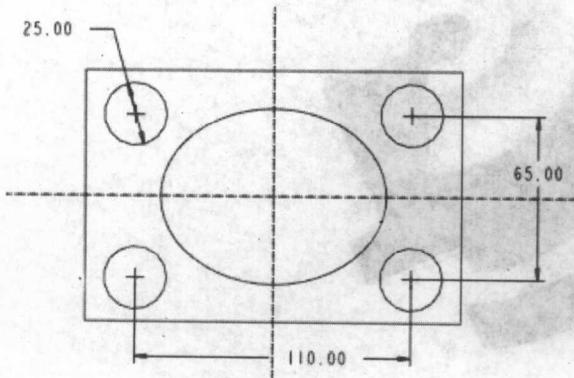
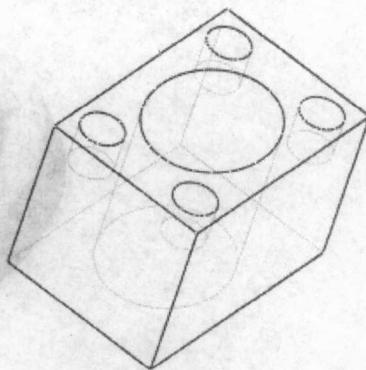

图 1-7
图 1-8
(1) 单击拉伸工具按钮，在拉伸特征操控板中单击按钮，系统显示“剖面”对话框。
(2) 单击“剖面”对话框中使用先前的按钮，单击该对话框中的“草绘”按钮，进入草绘工作环境。
(3) 绘制如图1-7所示的截面。
(4) 单击草绘命令工具栏中的按钮，返回拉伸特征操控板。
(5) 单击拉伸特征操控板中的移除材料按钮。
(6) 单击“选项”按钮，在弹出的面板中选择“盲孔”选项，并输入深度为25。
(7) 单击预览按钮，并单击工具栏中的隐藏线切换按钮，结果如图1-8所示。